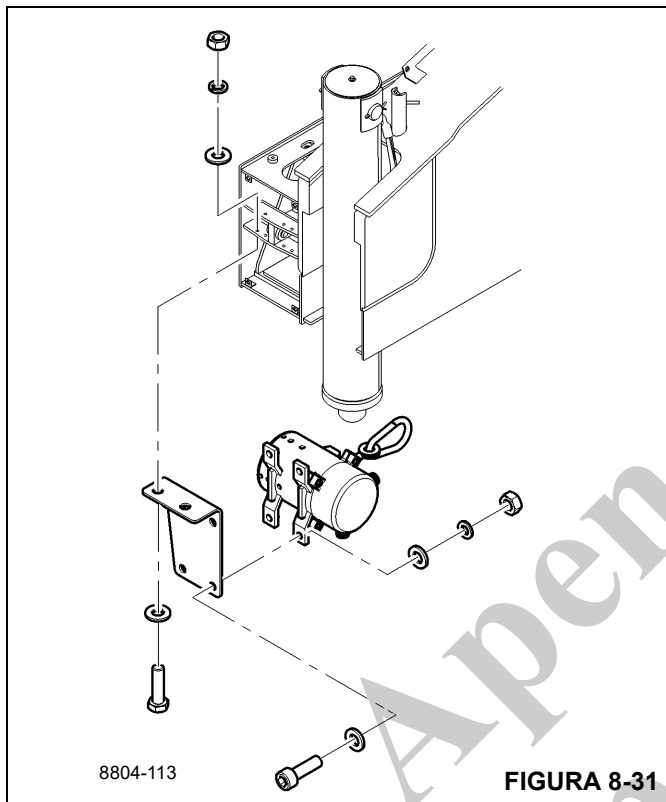

FIGURA 8-31
2. Remova o conector do potenciômetro de filamento do OMS (consulte a Figura 8-31) do ponto de fixação na viga do estabilizador.
1. Instale o potenciômetro de filamento do OMS no suporte de montagem usando as quatro porcas, oito arruelas e quatro parafusos (consulte a Figura 8-31).